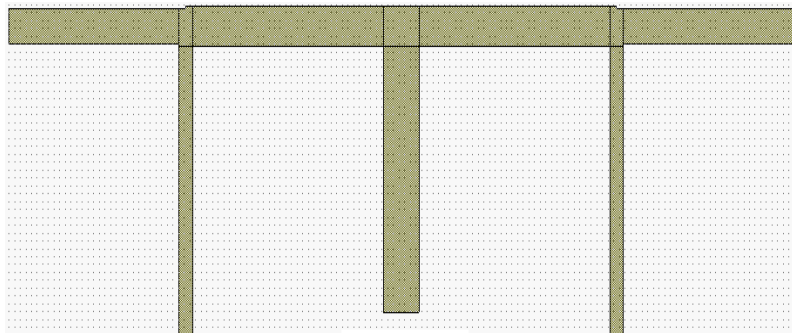

Рис. 3.38
4. Щёлкните по значку **Snap Together** (Привязать вместе) на панели инструментов или выберите в меню **Edit>Snap Together**. Расположение элементов топологии будет упорядочено и топология будет иметь вид, показанный на рис. 3.38.